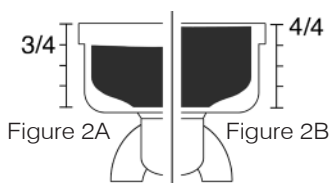

Figure 2A Figure 2B
1. Allumez la machine en mettant l'interrupteur général **1** en position (I). Placez le porte-filtre **7** (avec filtre) dans le groupe **8**.
3. Le doseur doit rester plein aux 3/4 de sa capacité après le tassage (voir figure 2A).